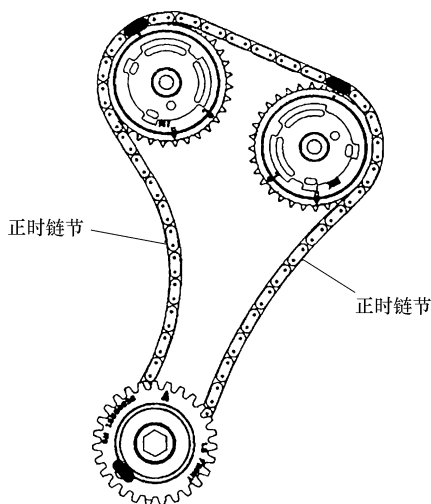

图 20-32 检查两个正时链节之间的链节数量
9) 按照图 20-32 所示, 检查正时链节之间是否有 18 个链节。